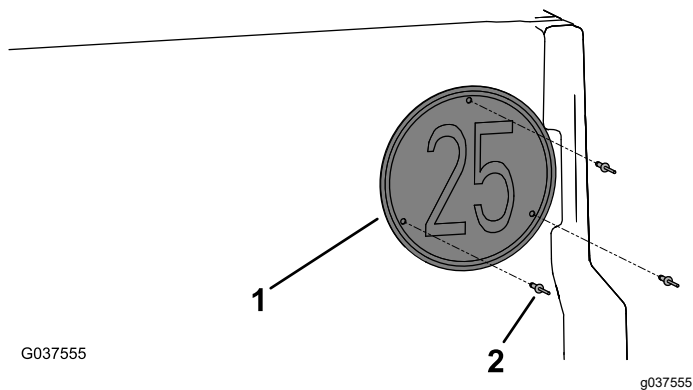

图 18
4. 如图 18 所示用 3 个弹伸铆钉 3/16 x 15/16 英寸将速度面板安装到尾门上。